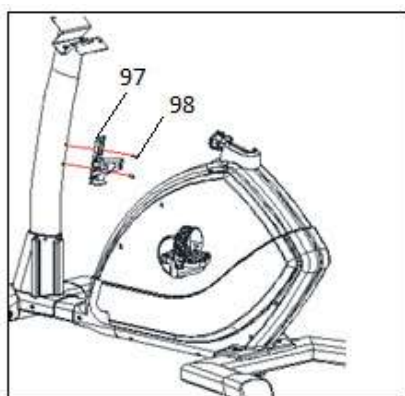

Fig.6
A continuación coja el tubo horizontal del sillín (23) y monte el sillín (74), Fig.6, apriete las tuercas (Z).
Para levantar o bajar la tija del sillín, afloje primero un poco el pomo de la tija de sillín (91) girándolo en el sentido contrario a las agujas del reloj. Tire del pomo y sin soltarlo, mueva la tija del sillín Fig.6.
Para regular el sillín en su posición horizontal, afloje el pomo del tubo horizontal del sillín mueva el sillín con el tubo a su posición adecuada y apriete fuertemente el pomo, Fig.6.
Afloje la tuerca (Z) mostrada en la Fig.6, colocada debajo del sillín, mueva el sillín a la inclinación que desee y a continuación apriete la tuerca fuertemente.